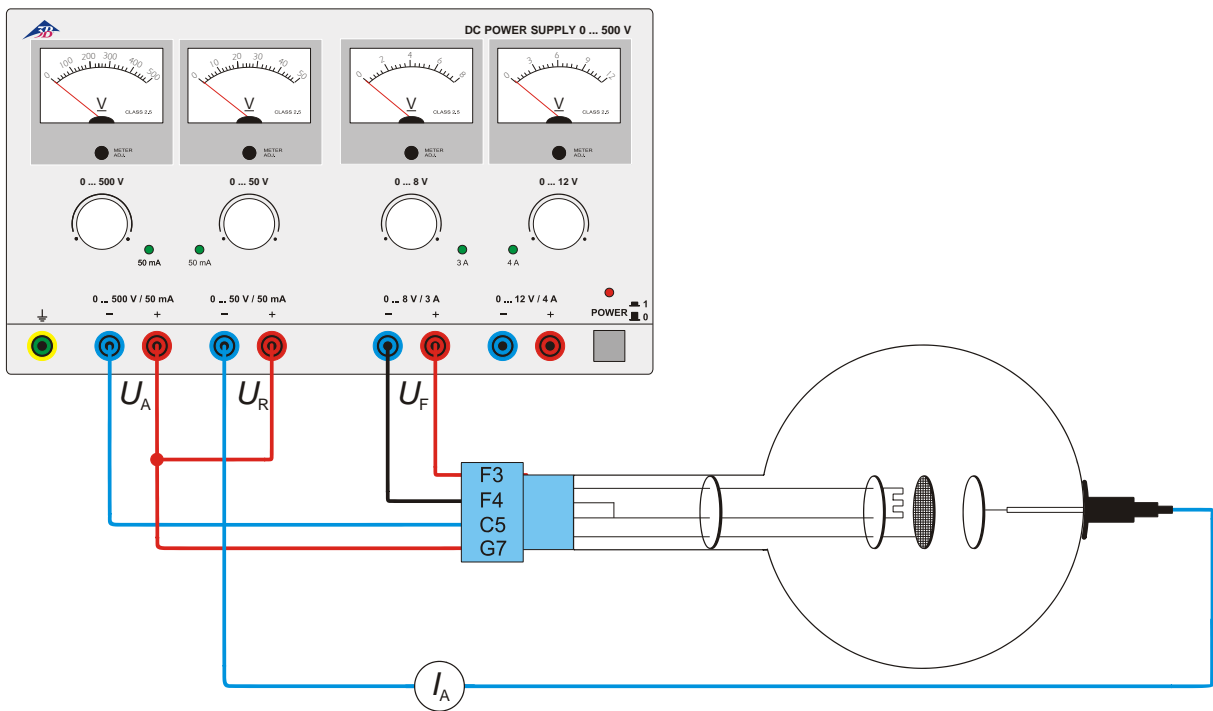

Fig. 4 Disposición de Franck-Hertz
- Se monta el circuito de acuerdo con la fig. 4.